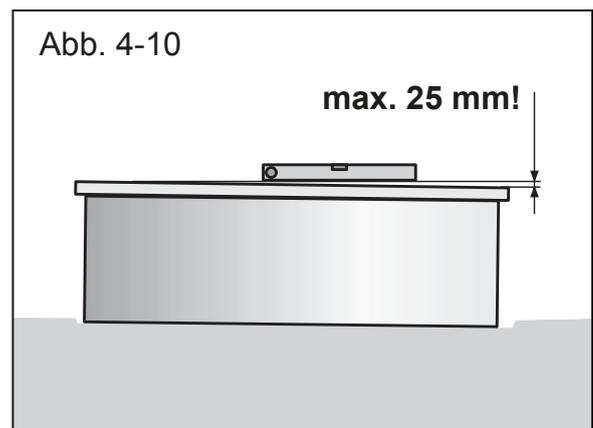

Abb. 4-10
j) Die Abweichung zur Waagerechten darf nicht mehr als 25 mm betragen! (Abb. 4-10) Falls die Abweichung größer ist als 25 mm müssen Sie die Stahlwand aus den Bodenprofilen heraus heben, beiseite stellen und das Fundament erneut begradigen (siehe ab Kapitel 3.3, ab Seite 8).